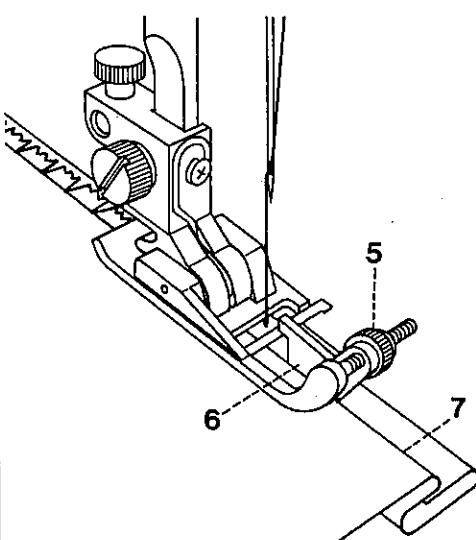

Fig. 44
Mit der Schraube 5 (Abb. 44) die Stoffführung 6 so stellen, daß die Nadel beim Linksausschlag nur knapp in die Stoffkante 7 (Abb. 44) einsticht (3).
Turn screw 5 (Fig. 44) to adjust the position of edge guide 6 so that the needle at the left of its throw just catches fabric edge 7 (see Figs. 43-3 and 44).
Mettre en place le pied pour points invisibles et placer l'index sous le symbole pour points invisibles. Mettre en place le tissu, l'envers en haut et replier le bord sur 1 cm (fig. 43). Replier et bâti ensuite l'ourlet sur la largeur voulue, selon le croquis 2. Rabattre l'ourlet vers le bas de sorte que le bord du rempli de 1 cm dépasse de 3 mm environ (croquis 3). Placer le tissu ainsi plié sous la semelle du pied-de-biche et descendre le relève-pied. A l'aide de la vis 5 (fig. 44), régler le guide-bord 6 de manière que l'aiguille, au point à gauche, ne saisisse qu'un fil du tissu extérieur au bord 7 (fig. 44 et croquis 3). L'ourlet est correctement cousu lorsque, sur l'endroit, aucune trace de point n'apparaît (croquis 4).
Con la vite 5 (fig. 44) si regola la guida del tessuto in maniera che l'ago penetri sul lato sinistro solo leggermente nella stoffa 7 (fig. 44) (3).